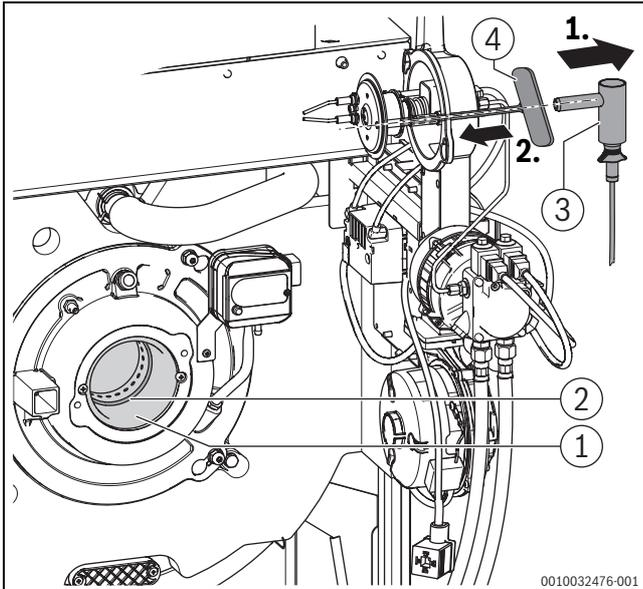

Bild 71 Dichtung prüfen (Serviceposition 1), Verwendung Innensechskantsteckschlüssel zur Ausrichtung des Mischsystems
- ▶ Brenner in Serviceposition 1 bringen (→Bild 71).
- ▶ Winkelhalter mit Flammenfühler (→Bild 71) aus Brennergehäuse ziehen.
- ▶ Zur Ausrichtung des Halterohres des Flammenfühlers mit dem Sichtrohr des Mischsystems einen Innensechskant-Steckschlüssel (Schlüsselweite 5) als Lehre von der Brennergehäusesseite einführen (→Bild 71).
- ▶ Winkelhalter mit Flammenfühler (→Bild 71) wieder bis zum Anschlag in Brennergehäuse einstecken.